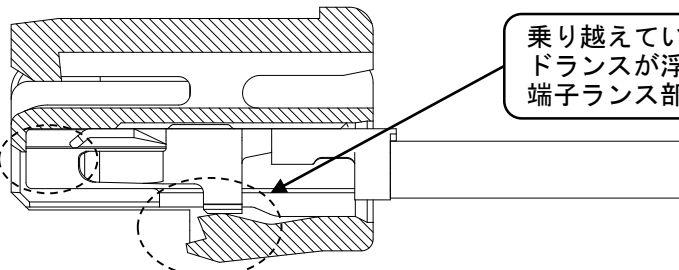

Fig.6-5 不完全装着の場合
- ※モールドランスが正規の位置に戻っていない箇所(不完全装着状態: Fig.6-5参照)では、モールドランスが最も変形している状態です。そのため、この状態のハーネス品は、端子を再挿入したとしても、モールドランスが変形し、正規の位置に戻らず、保持力が低下する場合がございます。